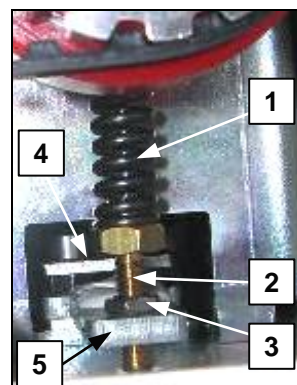

Bild 5.19
Wenn Sie die Wägezelle (Nr. 5 – Bild 5.19) austauschen müssen, gehen Sie wie folgt vor:
- Drehen Sie die Mutter mit einem Schraubenschlüssel gegen den Uhrzeigersinn (Nr. 2 - Bild 5.19), um sie frei drehen zu können.
- Drehen Sie mit einem Schraubenschlüssel den Schraubendruck (Nr. 3 – Bild 5.19) im Uhrzeigersinn, um den Federdruck (Nr. 1 – Bild 5.19) freizugeben.
- Entfernen Sie den Federdruck (Nr. 1 - Bild 5.19).
- Schrauben Sie den Schraubendruck (Nr. 2 – Bild 5.19) ab und entfernen Sie ihn von der Wägezelle (Nr. 5 – Bild 5.19).
- Entfernen Sie die defekte Wägezelle mit Abstandshalter, den beiden Schrauben und zwei Muttern (Nr. 4 - Bild 5.19).
- Entfernen von der Wägezelle führt zu einem Versagen des Abstandhalters, der beiden Schrauben und der beiden daran befestigten Muttern (Nr. 4 – Bild 5.19) und deren Montage in der neuen.
- Die Druckschraube (Nr. 2 – Bild 5.19) und den Federdruck (Nr. 1 – Bild 5.19) anziehen, um eine Dichtkraft (siehe Kapitel 3.1.4) zwischen 85N und 88N zu erhalten.